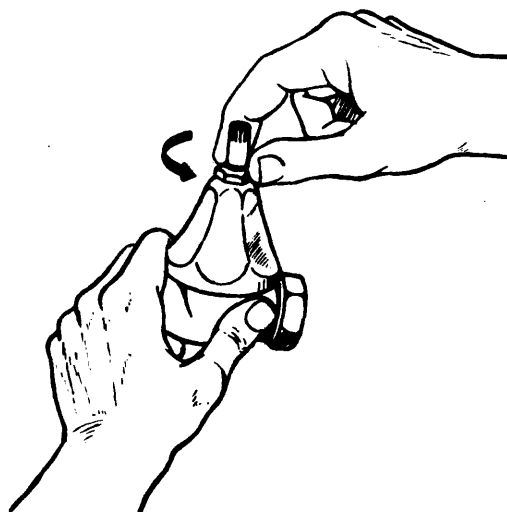

Fig. 4
- 1) Es conveniente desenroscar con la mano en caso de piezas estriadas (fig. 4).